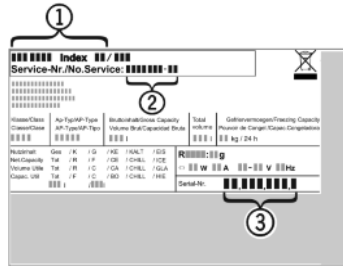

Fig. 8
► Gerätebezeichnung Fig. 8 (1), Service-Nr. Fig. 8 (2) und Serial-Nr. Fig. 8 (3) vom Typenschild ablesen. Das Typenschild befindet sich an der linken Geräteinnenseite.
- Den Kundendienst benachrichtigen und den Fehler, Gerätebezeichnung Fig. 8 (1), Service-Nr. Fig. 8 (2) und Serial-Nr. Fig. 8 (3) mitteilen.